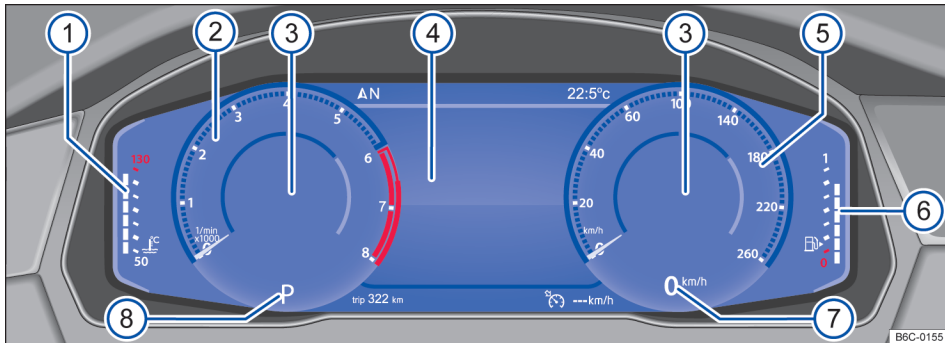

Fig. 11 Active Info Display (variante 1) en el tablero de instrumentos.
Explicaciones sobre los instrumentos → fig. 11:
Dependiendo de la versión de la radio y del perfil de información seleccionado, el Active Info Display muestra información adicional en el centro de instrumentos redondos → fig. 11③.